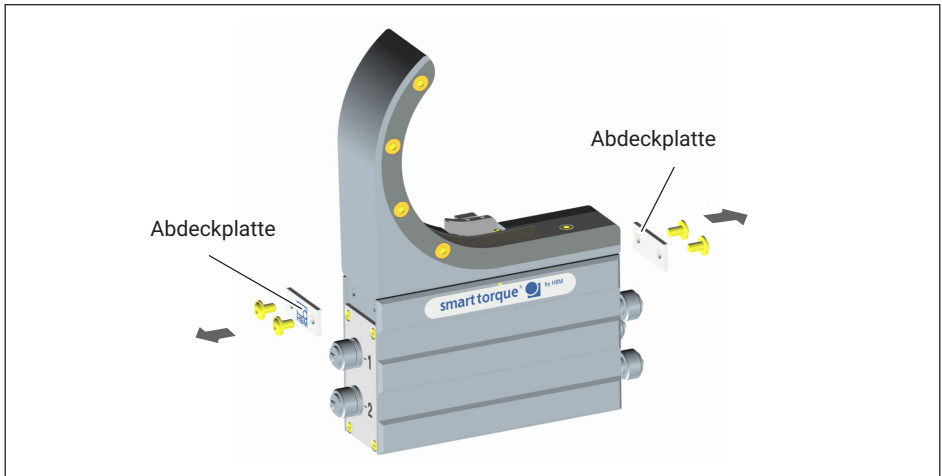

Abb. 8.4 Abdeckplatten am Statorgehäuse
1. Entfernen Sie die seitlichen Abdeckplatten am Statorgehäuse (siehe Abb. 8.4.)